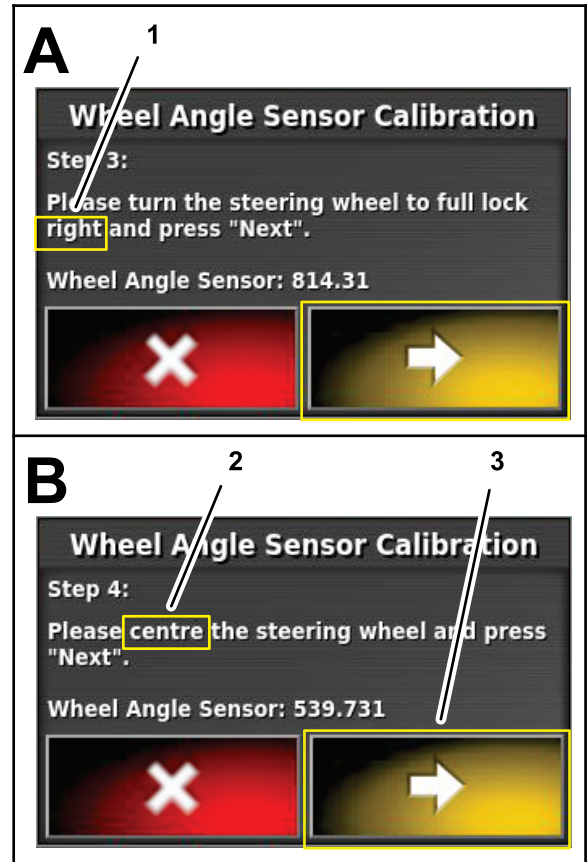

Figura 164
7. En el paso 3, gire el volante a la derecha a tope, pare y pulse el icono Paso siguiente (Figura 164).
8. En el paso 4, gire el volante hasta que los neumáticos estén alineados en línea recta hacia adelante, pare, y pulse el icono Paso siguiente (Figura 164).